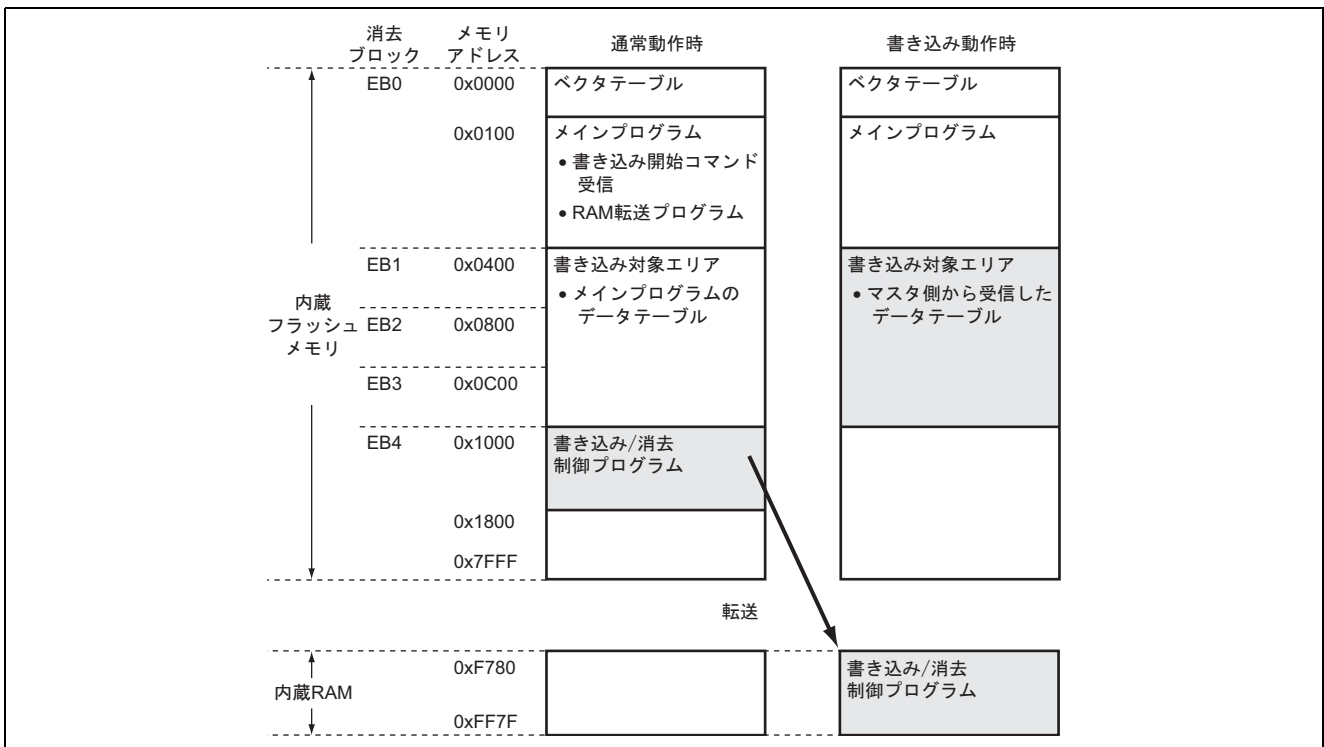

図4 メモリマップ
- H8/38024F の通常動作時、書き込み動作時のメモリマップを図4 に示します。